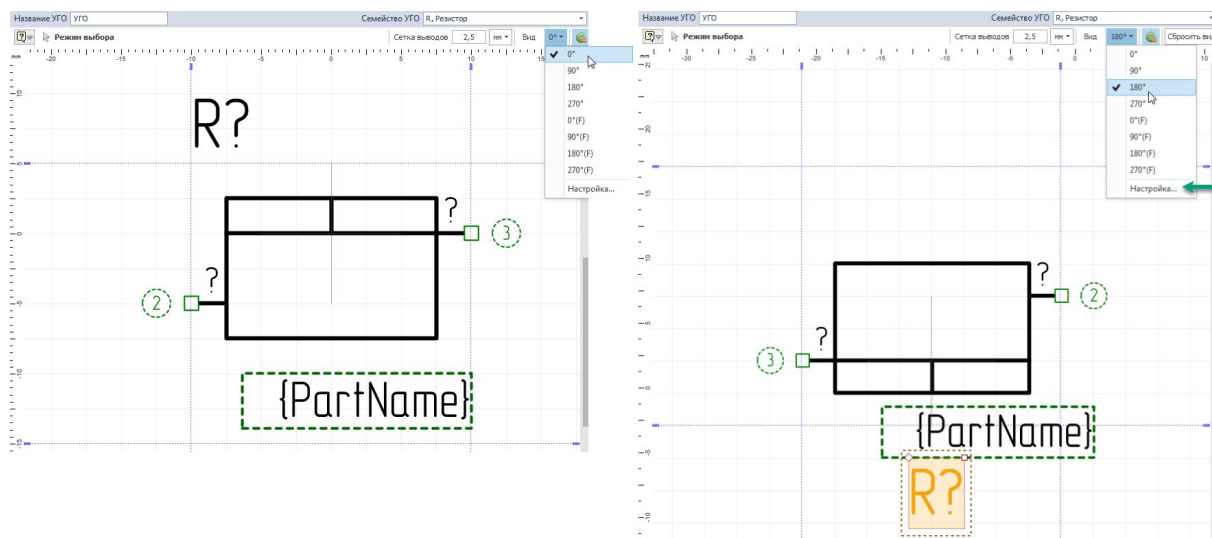

Рис. 45 Настройка отображения УГО при вращении
**Примечание!** Для каждого пункта вращения доступно настроить отличное отображение (графики УГО и положения атрибутов), см. Рис. 45. Формирование перечня доступных отображений вращения УГО осуществляется при переходе на пункт «Настройка...». Кнопка «Сбросить вид» приводит все отображения к виду отображения УГО при его вращении на 0°.